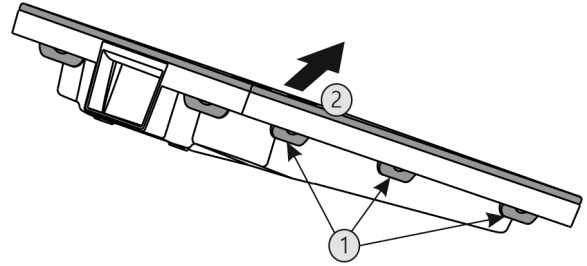

Fig. 41
- ▶ Alle lippen Fig. 41 (1) achtereenvolgens indrukken en de afdekking Fig. 41 (2) verwijderen.